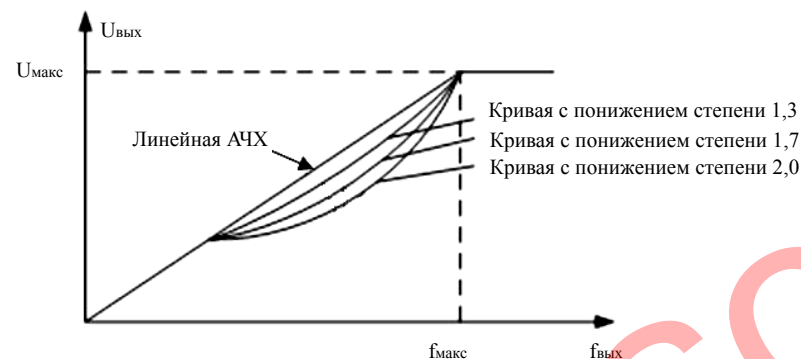

Рис. 6.10 Диаграммы АЧХ
**2-4: Кривые с понижением момента:** Применимы для приводов с переменной нагрузкой, таких как вентиляторы, насосы и т.п. См. рисунок 6.10.